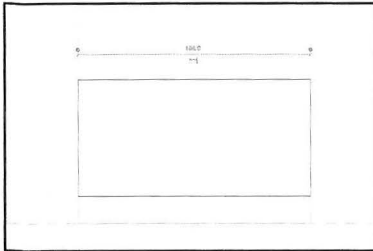

Fig. 15.81. Optegn murstenen over fugen med målene 108 x 54 mm
- Optegn med målene 108 x 54 mm (Fig. 15.81).